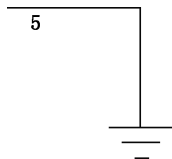

图 15-29 绘制水平连接线
(6) 单击“默认”选项卡“绘图”面板中的“直线”按钮, 在对象捕捉和正交绘图方式下, 捕捉直线 4 的上端点为起点, 向左绘制长度为 11 的水平连接线, 如图 15-29 所示。